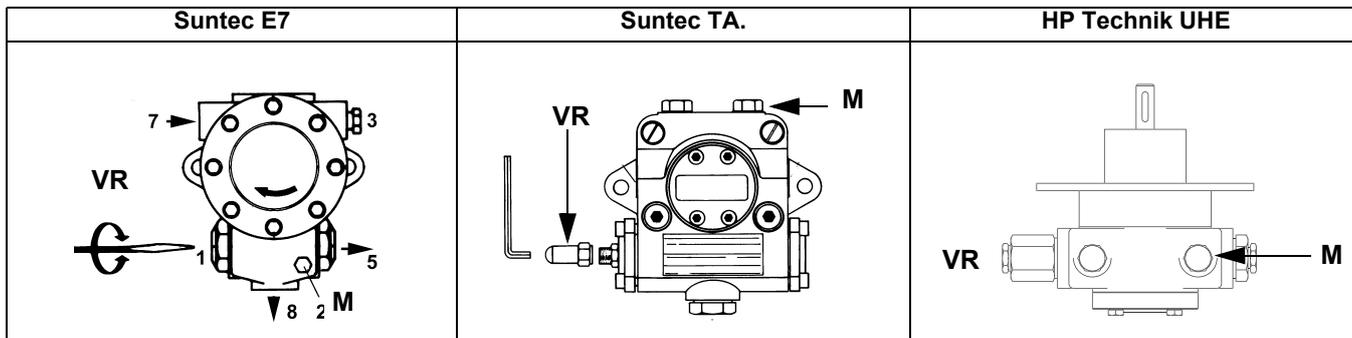

Рис. 21
- 3 выпустить воздух со штуцера (**M**) манометра насоса (Рис. 21), расслабив слегка заглушку, но не снимая ее; затем отпустить контактор;